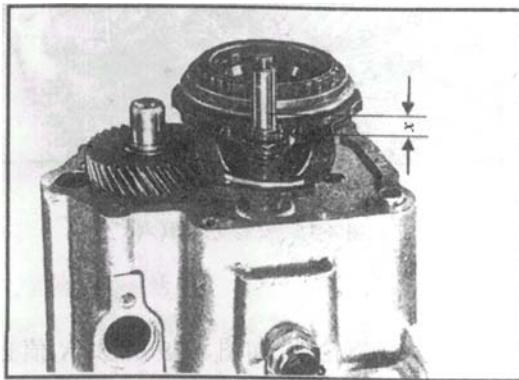

图 4-43 安装变速器（十二）
(12) 五档拨叉的调整。按如下步骤调整五档拨叉:
①右旋拨叉套管，直至拨叉套管露出 $X=5\text{mm}$ ，如图 4-43 所示。充分拽出选档轴，向左旋转，挂上五档。用拨叉轻抬五档接合套，以消除传动件之间的间隙。